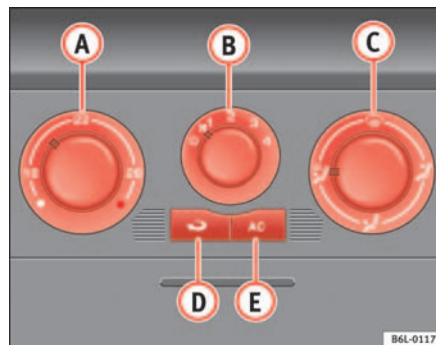

Fig. 87 Sur le tableau de bord : éléments de commande du climatiseur
- Désactiver le système de refroidissement avec la touche ⇒ fig. 87 (AC) (le témoin de la touche s'éteint).
Le mode recyclage de l'air ambiant $\Rightarrow$ page 124, fig. 87  (le témoin intégré à la touche est allumé) empêche les fortes odeurs ambiantes – qui peuvent par exemple se dégager lors de la traversée d'un tunnel ou dans un bouchon – de pénétrer dans l'habitacle.